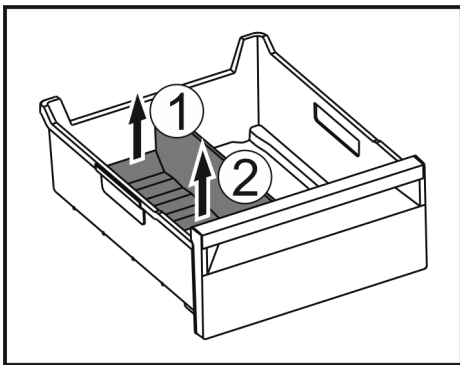

Fig. 145
- ▶ Ridicați partea posterioară a separatorului pentru compartimentul de gheață. Fig. 145 (1)
- ▶ Scoateți separatorul pentru compartimentul de gheață în sus. Fig. 145 (2)